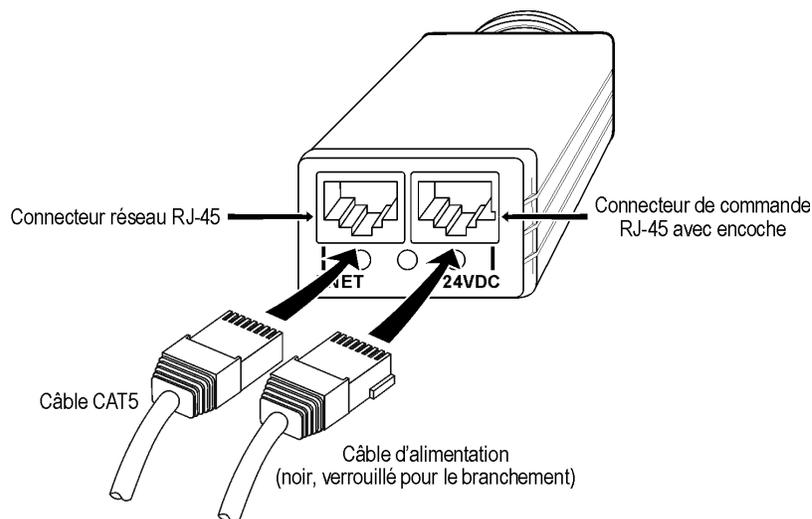

Figure 6. Branchement de l'In-Sight 1000.
La caméra In-Sight a deux connecteurs femelles RJ-45 sur la face arrière opposée à l'objectif : le connecteur réseau (figure 6, gauche) et le connecteur de commande (figure 6, droite). Le connecteur réseau assure la connexion Ethernet pour les communications sur le réseau. Le connecteur de commande assure les connexions pour l'alimentation, les entrées/sorties et/ou les communications série.
1. Si vous connectez l'In-Sight 1000 à un switch Ethernet, branchez un câble droit CAT5 (jaune, s'il est fourni par Cognex) sur l'un des connecteurs RJ-45 du côté gauche (ENET) représenté sur la figure 6 et connectez l'autre extrémité sur le switch.